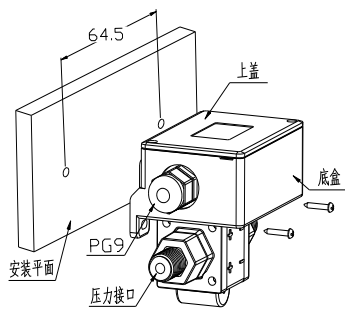

图 1
1. 安装方式有二种：(1)安装平面固定方式，如图 1，开关安装在安装平面上，采用高压软管或铜管做压力连接；(2) 管道固定形式，如图 2，压差开关完全依靠硬质管道同时实现固定和压力连接。为确保压差开关工作状态最佳，连接管的弯管距压差开关压力接口不可小于 100mm。